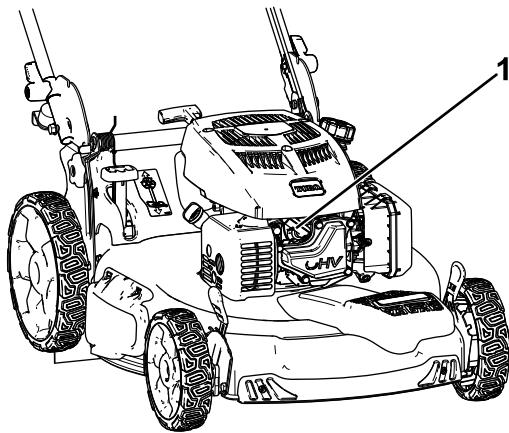

Рисунок 23
2. Отсоедините провод от свечи зажигания (Рисунок 23).